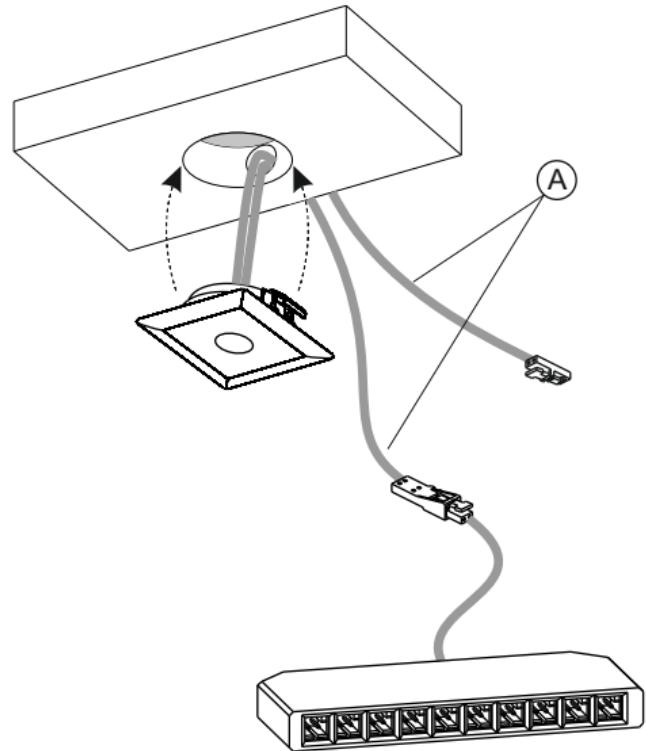

Fig 4
- Insert the cables (A) into the hole as illustrated in figure 4 and then install the device applying light pressure until it is completely fitted.
- Insérer les câbles (A) dans le trou, comme indiqué sur la figure 4, puis installer l'appareil en effectuant une légère pression jusqu'à l'insertion complète de ce dernier.